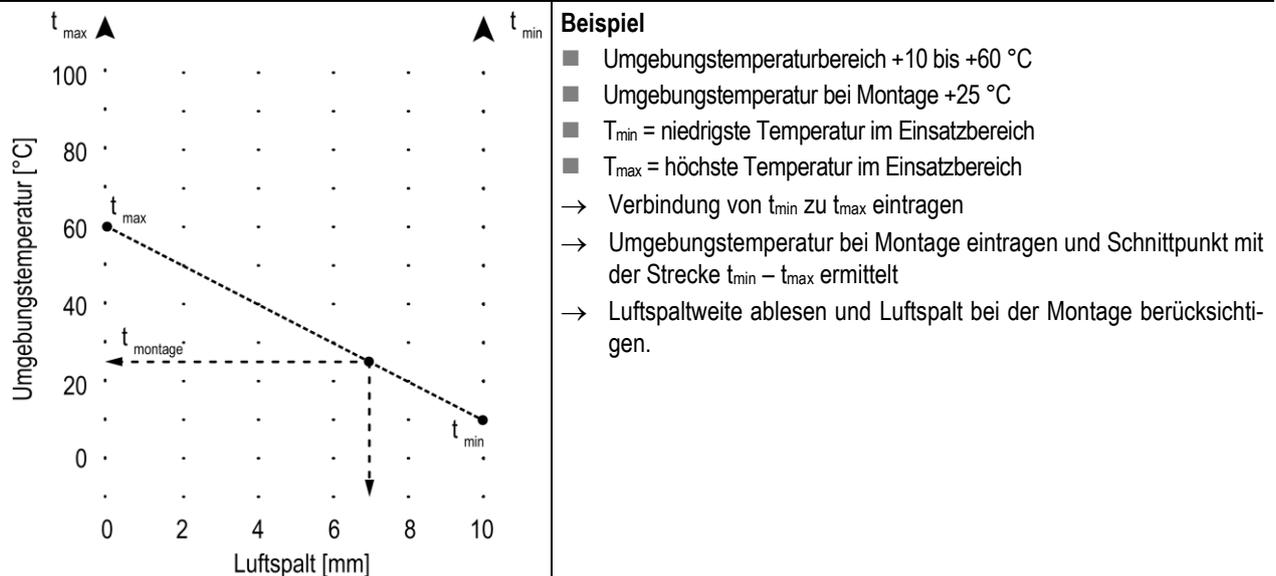

Abb. 64: Luftspalteinstellung zu gegebener Umgebungstemperatur
- Bei der Montage ist die Umgebungstemperatur zu berücksichtigen (siehe Abb. 64), d.h. bei hohen Umgebungstemperaturen werden die Schleifleitungen im Dehnverbinder eher auf Stoß und bei niedrigen Umgebungstemperaturen mit mehr Abstand, d.h. mit einem großen Luftspalt gesetzt.